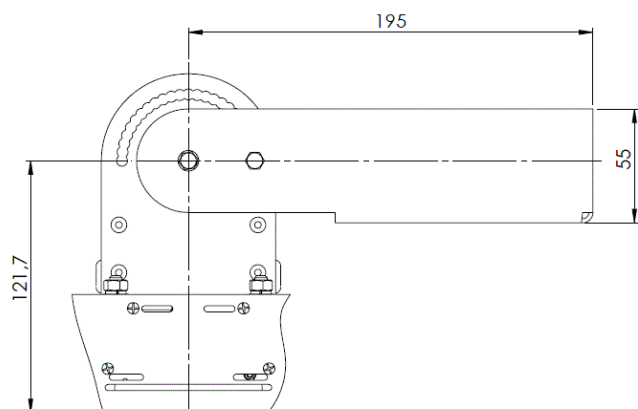

Рис.1
- открутить гайки и извлечь винты из отверстия в поворотной скобе, габариты скобы указаны на рис.1.;